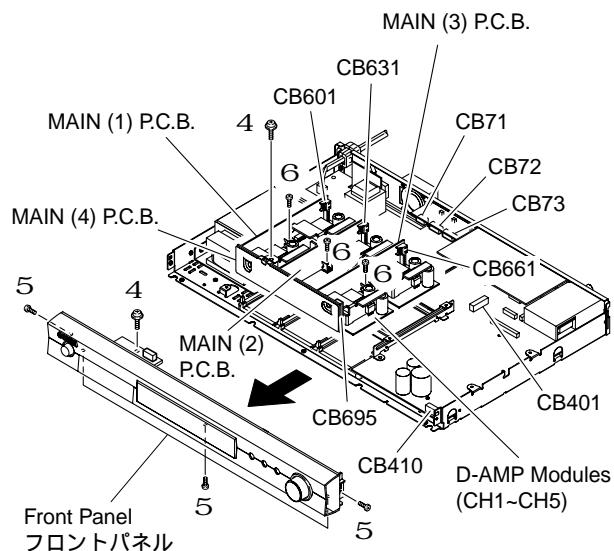

Fig. 2
### 3. Removal of Front Panel (Fig. 2)
- b. Remove CB71 ~ 73, CB601, CB631, CB661 and CB695. (Fig. 2)
- b. Remove MAIN (1) ~ (4) and D-AMP Modules leftward. (Fig. 2)
### 3. フロントパネルの外し方 (Fig. 2)
- b. CB71 ~ CB73、CB601、CB631、CB661、CB695を外します。( Fig. 2 )
- c. MAIN (1)~(4) D-AMP MODULEを左方向に取り外します。( Fig. 2 )